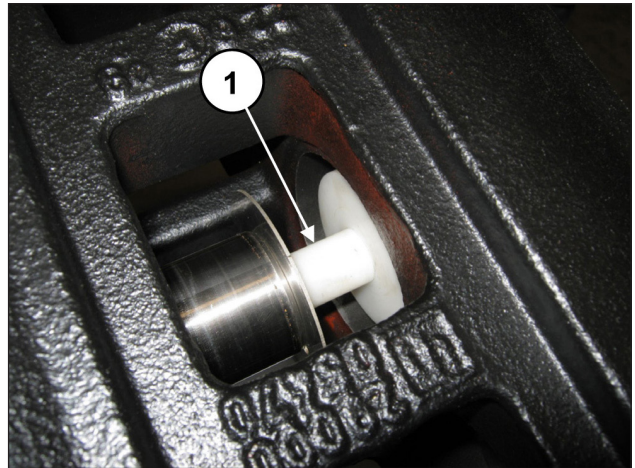

图 174
在活塞导承和活塞(位置①，图 174)之间插入代码为27632500的缓冲垫。